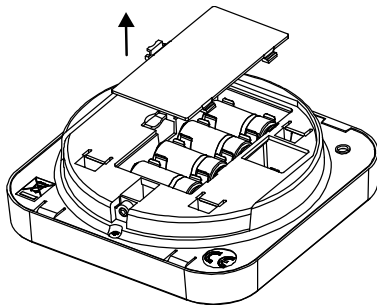

Fig. 4
3. Åbn batterirummet (se Fig. 4).